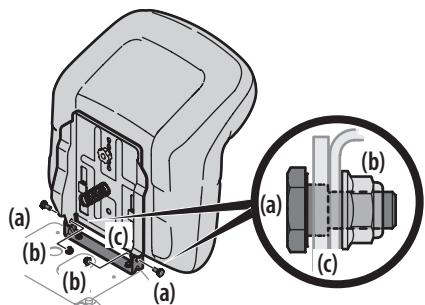

Figura 9
6. Instale los dos pernos con reborde (a) y las tuercas de seguridad (b) que extrajo del soporte de montaje del asiento (c) en el Paso 1. Consulte la Figura 9.
NOTA: Compruebe que el reborde del perno quede completamente embutido en el soporte del asiento cuando sujete la tuerca de seguridad. Vea el círculo en la Figura 9.